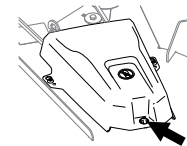

Figura 6
4. Puxe a parte lateral da cobertura com o ilhó e deslize-a para fora (Figura 6).